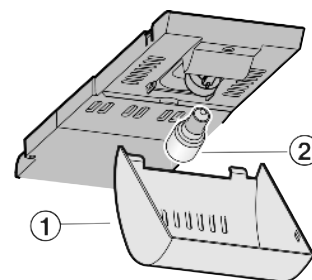

Fig. 12
- ▶ Tag fat i afdækningen *Fig. 12 (1)* foran og hægt den af bagtil.
- ▶ Udskift pæren *Fig. 12 (2)*.
- ▶ Sæt afdækningen *Fig. 12 (1)* på igen.